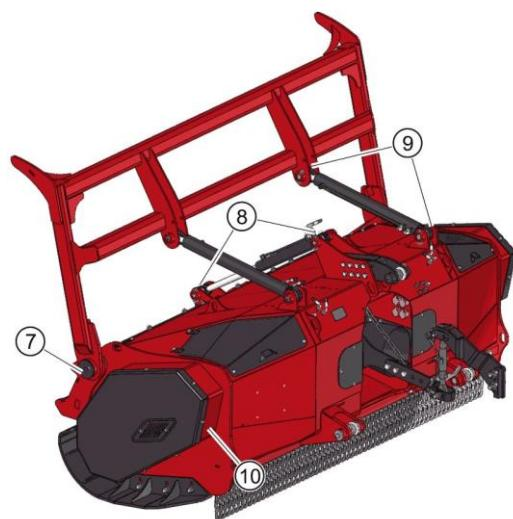

Рис. 56 . Точки смазки заслонки системы дополнительного измельчения, устройства прижима и ременного привода
Точки смазки (7), (9) и (10) (Рис. 56) следует смазать на левой и правой стороне мультирующей фрезы, а также обе точки смазки (8)